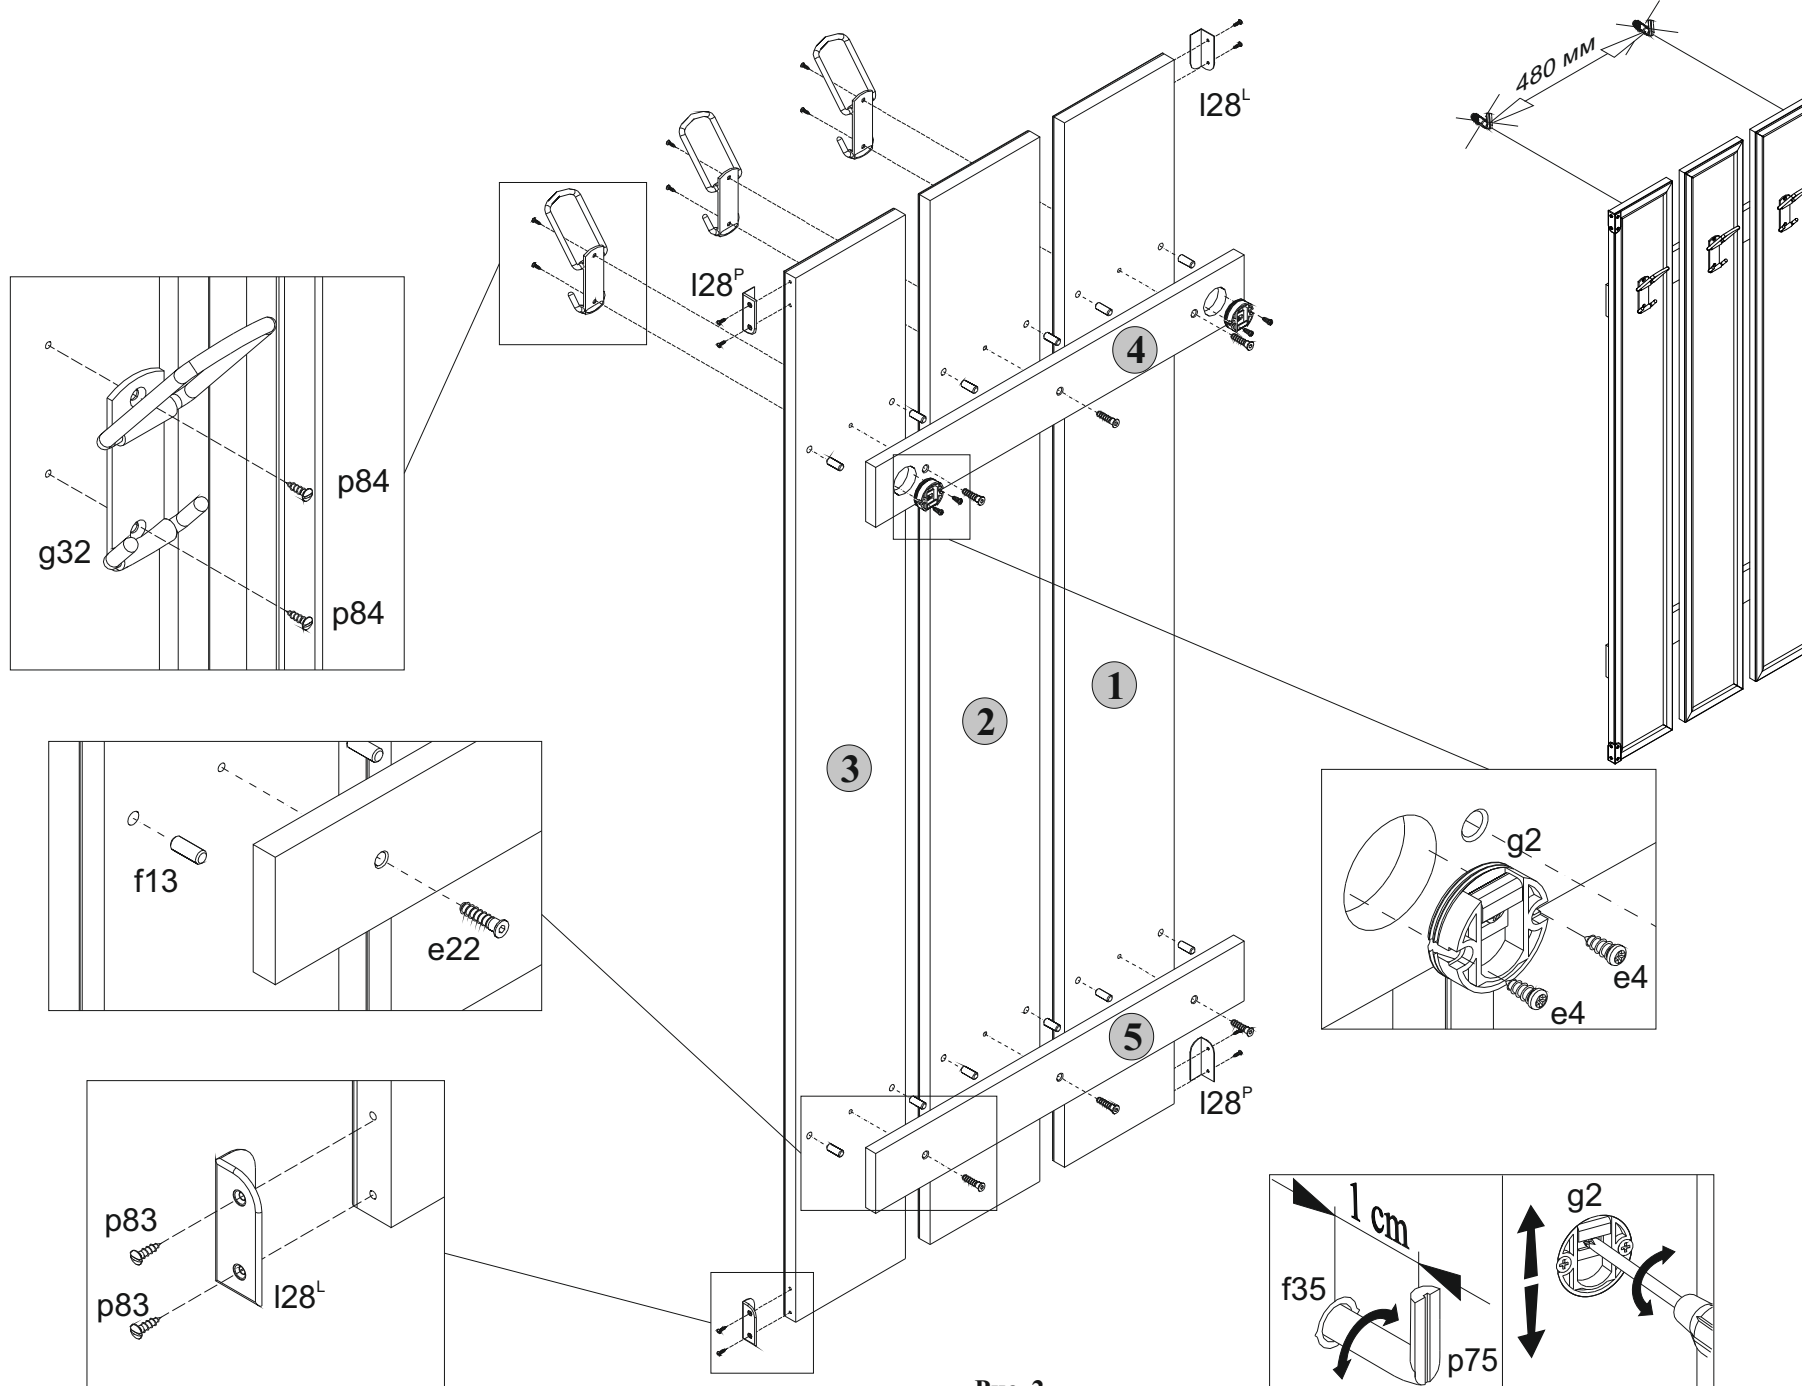

Рис. 2
5.3 В отверстия диаметром **35 мм** на тыльной поверхности планки цокольной **4** вставить петли для навешивания **g2** и закрепить их еврошурупам **e4**, пользуясь крестообразной отверткой, как показано на **рисунке 2**. (см.рис. 2).
5.8 **ВНИМАНИЕ!** В комплекте фурнитуры имеются дюбеля **f35** с крючками **p75** для навешивания вешалки на стену. Для этого необходимо в месте навешивания вешалки разметить и просверлить с помощью электродрели отверстия диаметром **10 мм** в стене напротив петлей для навешивания, соблюдая расстояния, указанные на **рисунке 2**, забить с помощью молотка дюбеля **f35** в отверстия в стене, завернуть крючки **p75** в дюбеля **f35**, навесить вешалку на крючки **p75**. При необходимости отрегулировать положение вешалки вращая регулировочные винты на петлях **g2** (см.рис.2). **Во избежание травматизма при проведении операции сверления будьте внимательны и осторожны.**